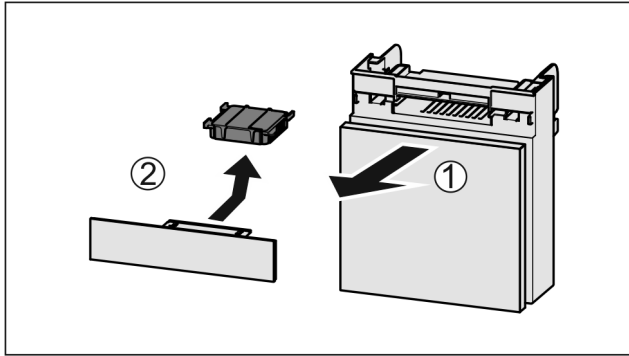

Fig. 36
- ▶ Extraire le compartiment par l'avant Fig. 36 (1).
- ▶ Sortir le filtre à charbon actif Fig. 36 (2).